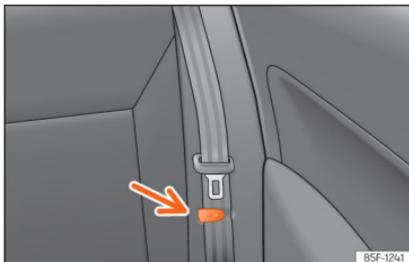

Fig. 120 Banco traseiro: pinça para fixar o cinto de segurança.
- Coloque os cintos de segurança laterais no suporte do revestimento »» **Fig. 120**.